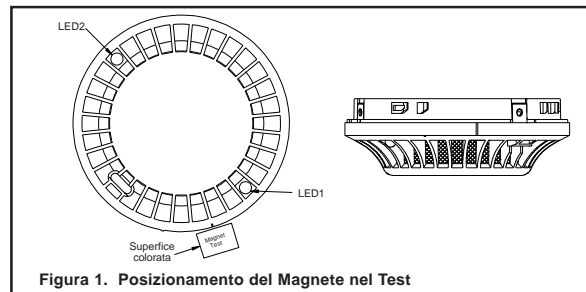

Figura 1. Posizionamento del Magnete nel Test
- Posizionare il magnete (Accessorio M02-04, opzionale) sul bordo del sensore a circa 2 cm dal LED 1 di Figura 1, vicino alla porta MOD.